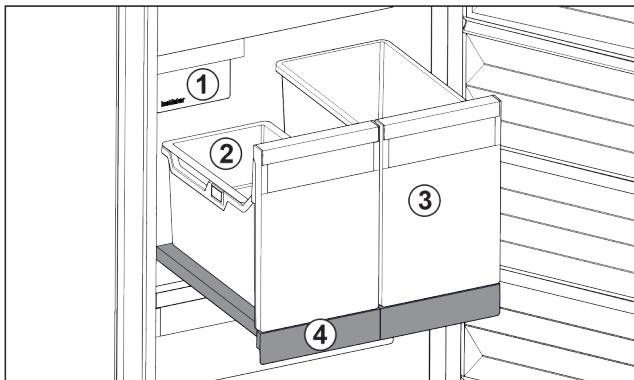

Fig. 22 Изтегляща се дъска с IceTower
- (2) Окачваща се поставка
- (4) Изтегляща се дъска за ледени кубчета
Върху изтеглящата се дъска има два високи съда (IceTower). В съда Fig. 22 (2) се събират и съхраняват ледени кубчета от IceMaker. Съдът Fig. 22 (3) е подходящ за съхранение на високи хранителни продукти като пици или алкохолни напитки.